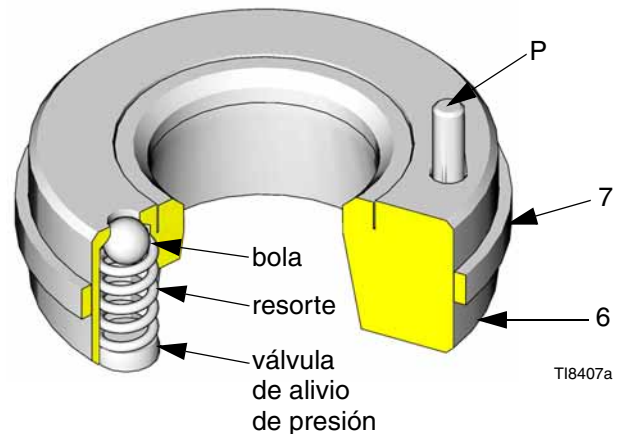
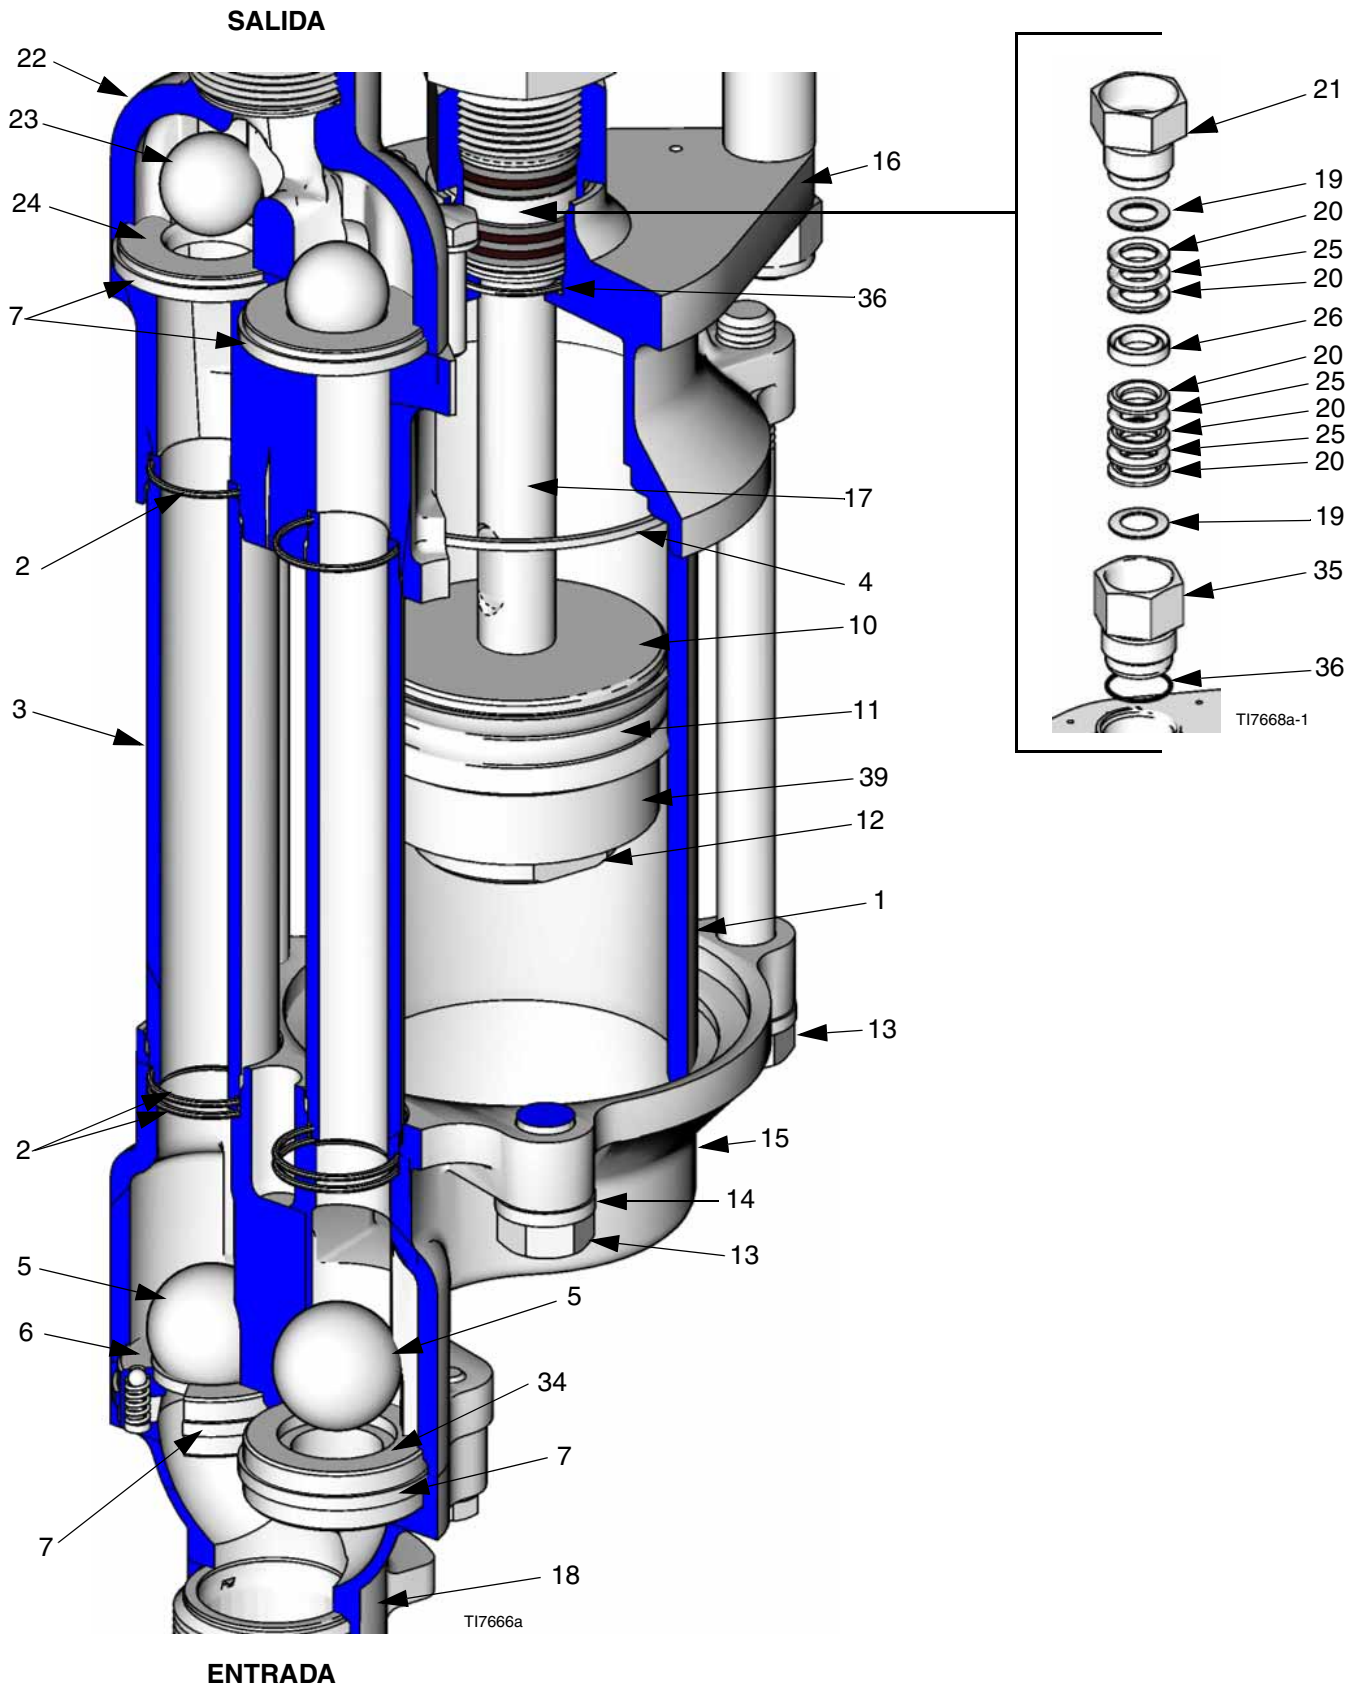

FIG. 5
FIG. 8
8. Afloje la tuerca de la empaquetadura (21). Vea la FIG. 8.
9. Afloje y retire el cartucho de cuello (35). Retire la junta tórica de PTFE (36). Vea la FIG. 8.
11. Lubrique las empaquetaduras y prensaestopas de cuello. Instale un prensaestopas macho (19†), luego cinco empaquetaduras en V con los labios hacia abajo: una de UHMWPE (20†), una de cuero (25†), UHMWPE, cuero, UHMWPE. Instale el prensaestopas hembra (26†). Instale tres empaquetaduras en V con los labios orientados hacia arriba: UHMWPE, cuero, UHMWPE. Instale el otro prensaestopas macho (19†). Instale la tuerca de la empaquetadura (21) y apriétela con la mano. Vea la FIG. 8.
- Coloque las dos mitades del pistón (10) alrededor de la empaquetadura (11) y encájelas entre sí. Vea la FIG. 8.
- Aplique sellador de roscas (Loctite® 263 o 2760) a las roscas de la varilla del pistón (17). Enrosque la varilla a través del pistón, empaquetadura y espaciador en la tuerca de pistón (12). Apriete la tuerca a 129-135 N•m (95-100 pie-lb). Permítale curar durante un mínimo de 12 horas antes de usar.
- Con la carcasa de la base de bomba (11) invertida, instale las bolas (5) y las juntas (7*).
El asiento de la válvula de alivio (6) se debe instalar en la entrada de fluido, como se muestra en la FIG. 8. La válvula de alivio reduce el riesgo de sobrepresión de la bomba. El asiento no puede aliviar la presión si se instala en el otro lado de la carcasa de entrada.
- Instale el asiento de entrada de la válvula de alivio (6) en el lado izquierdo de la carcasa de la base de bomba (11), como se ve en la FIG. 8. (El texto moldeado en la carcasa de entrada de la base de bomba identifica la posición correcta del asiento de la válvula de alivio.) El pasador (P) del asiento debe apuntar hacia la carcasa. El pasador limita el posicionamiento del asiento y asegura que el orificio de ventilación (V) no sea bloqueado por parte de la carcasa. Vea la FIG. 5.
- Coloque el colector de entrada (18) en la carcasa de entrada (15). Instale las arandelas de seguridad (8) y los tornillos de cabeza (9). Apriete a 34-40 N•m (25-30 pie-lb). Vea la FIG. 8.
- Coloque el colector de entrada (18) en un torno de banco. Coloque una junta tórica (2*) en cada lado de la carcasa de entrada (15), donde se asientan los tubos (3). Coloque juntas tóricas (2*) en las ranuras de cada extremo de los tubos. Coloque una junta (4) en las carcasas de entrada y de salida (15 y 16). Coloque los tubos y el cilindro (1) en la carcasa de la base de bomba.